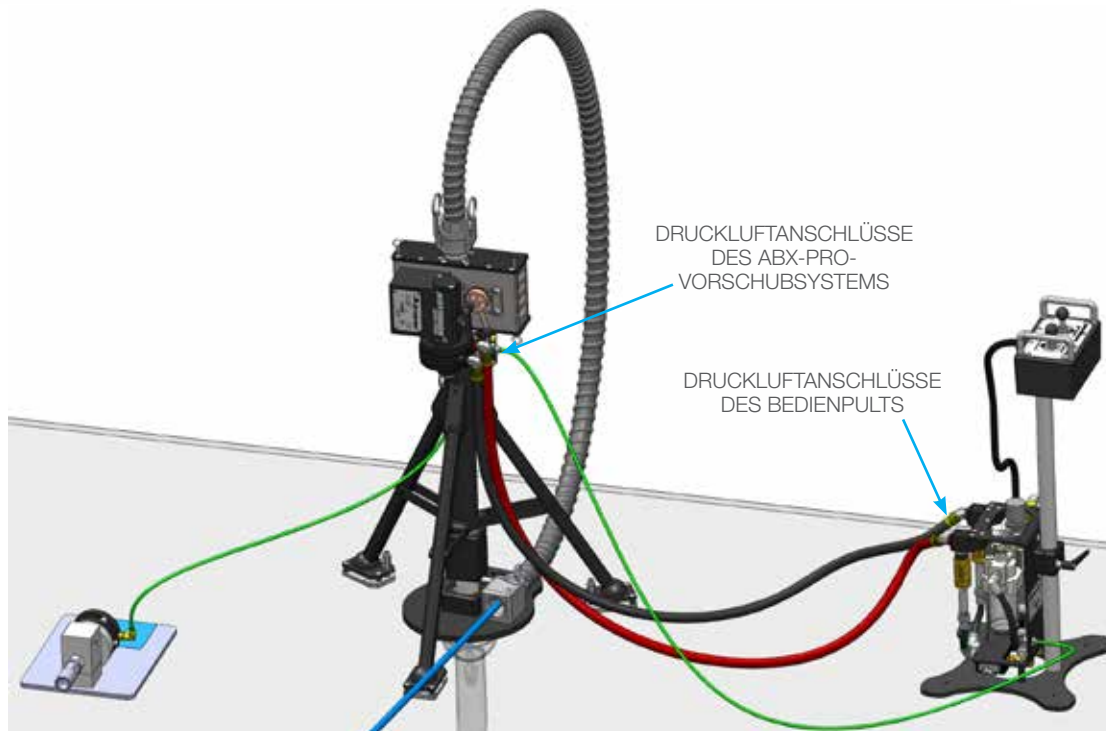

ABBILDUNG 12
14. Schließen Sie den schwarzen und roten 1/2"-Druckluftversorgungsschlauch vom Anschluss am Bedienpult zum Anschluss am ABX-PRO-Vorschubsystem an. Achten Sie dabei darauf, die Schläuche mit der entsprechenden Farbe an den entsprechend farbig markierten Anschlüssen anzuschließen. **(Abbildung 12).**